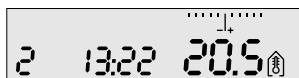

Figura 3-2 Ventana en estado normal
1. Compruebe si la ventana se encuentra en estado normal (véase figura 3-2). Si esto no es así, porque, p. ej., Ud. está programando, espere 7 segundos, hasta que la ventana vuelva de nuevo a la posición normal.